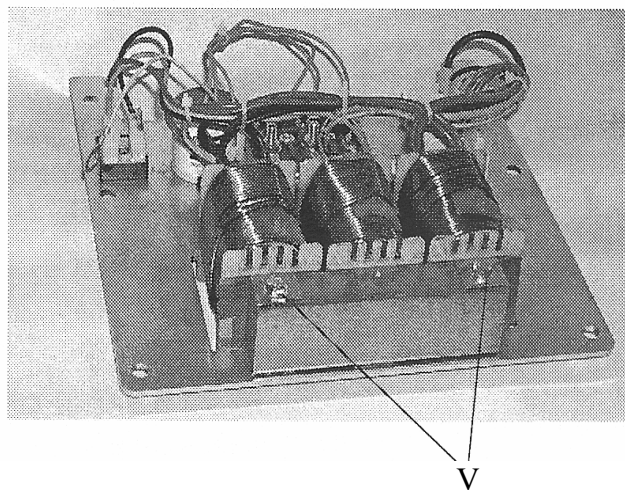
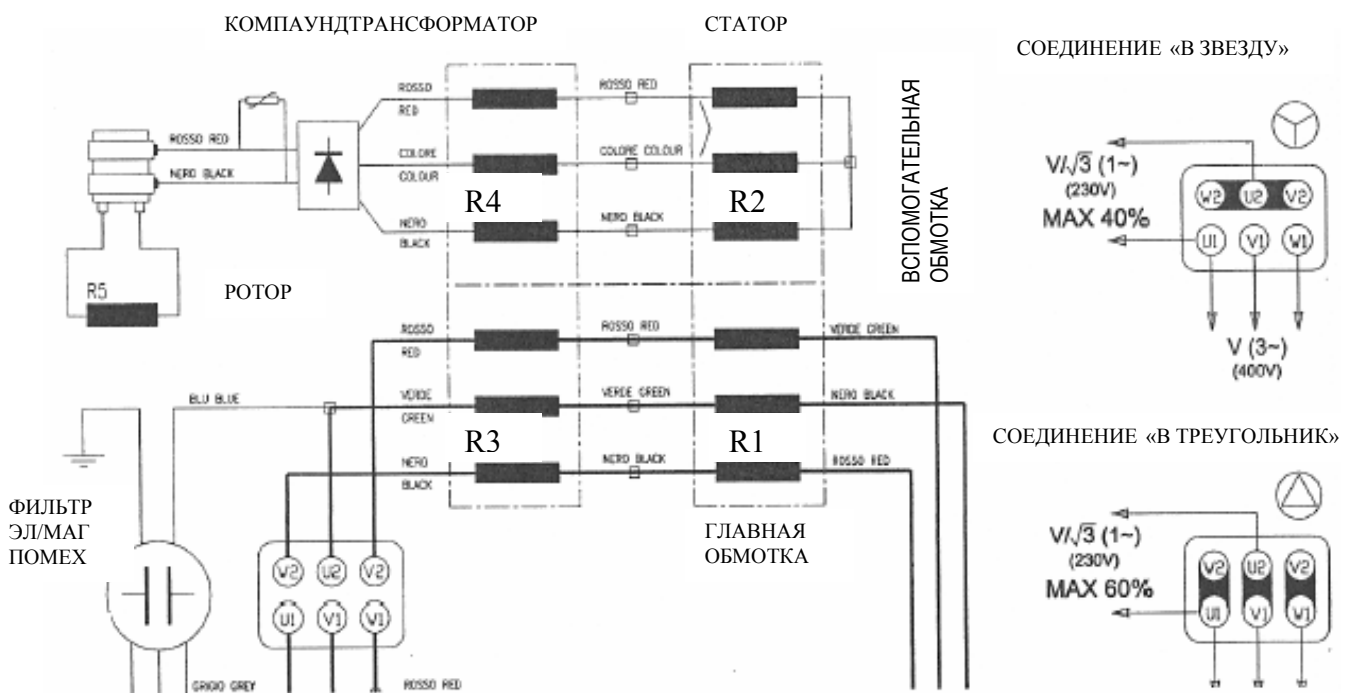

РИСУНОК 2. РЕГУЛИРОВКА ВОЗДУШНОГО ЗАЗОРА В КОМПАУНДТРАНСФОРМАТОРЕ
РИСУНОК 3. ЭЛЕКТРИЧЕСКАЯ СХЕМА
- общий вид компаунд-трансформатора: см. рис. 2, электрическая схема - см. рис. 3
- 2). Ослабьте винты “V” (см. рис. 2)